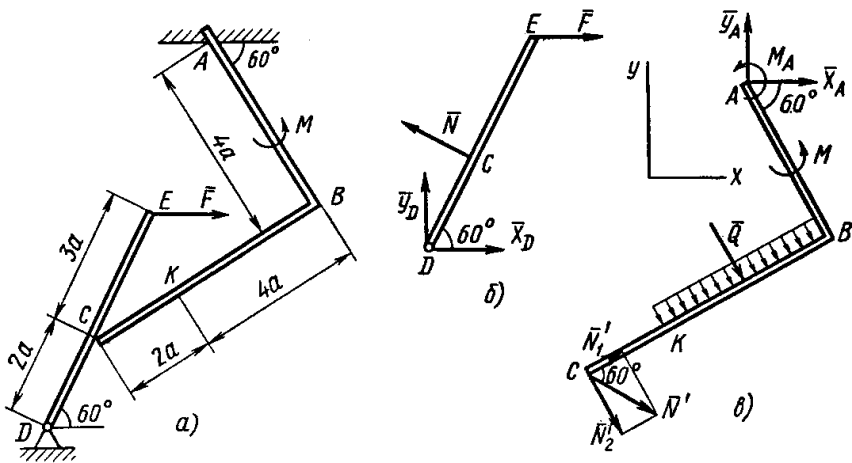

Рис. 7
На угольник  $ABC$  ( $\angle ABC = 90^\circ$ ), конец  $A$  которого жестко заделан, в точке  $C$  опирается стержень  $DE$  (рис. 7 а). Стержень имеет в точке  $D$  неподвижную шарнирную опору и к нему приложена горизонтальная сила  $\vec{F}$  в точке  $E$ , а к угольнику – равномерно распределенная на участке  $KB$  нагрузка интенсивности  $q$  и пара сил с моментом  $M$ .
рассмотрим сначала равновесие стержня  $DE$  (рис. 7 б). Проведем координатные оси  $x$  и  $y$  и изобразим действующие на стержень силы: силу  $\bar{F}$ , реакцию  $\bar{N}$ , направленную перпендикулярно стержню, и составляющие  $\bar{X}_D$  и  $\bar{Y}_D$  реакции шарнира  $D$ . Для полученной плоской системы сил составляем три уравнения равновесия:
2. Теперь рассмотрим равновесие угольника (рис. 7 в). На него действуют сила давления стержня  $\bar{N}'$ , направленная противоположно реакции  $\bar{N}$ , равномерно распределенная
О т в е т:  $N = 21,7$  кН,  $X_D = 8,8$  кН,  $Y_D = -10,8$  кН,  $X_A = -26,8$  кН,  $Y_A = 24,7$  кН,  $M_A = -42,6$ . Знаки минус указывают, что силы  $\bar{X}_A$ ,  $\bar{Y}_D$  и момент  $M_A$  направлены противоположно показанным на рис. 7.